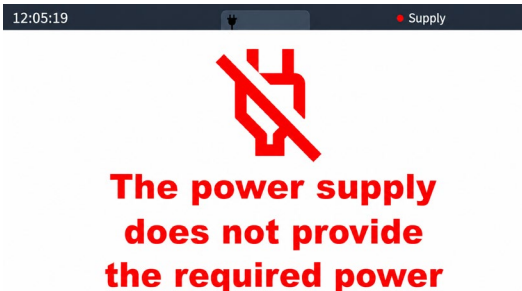

Рисунок 8
1.2. Jeśli podłączony zasilacz **nie zapewnia** wymaganej mocy, wskaźnik zasilania jest **czerwony**. Na ekranie głównym pojawia się odpowiedni komunikat, patrz rys. 8. W takim przypadku tryby „Autodetect” i „Manual” stają się niedostępne, a po wybraniu siłownika z bazy danych przycisk „Start test” nie jest wyświetlany.